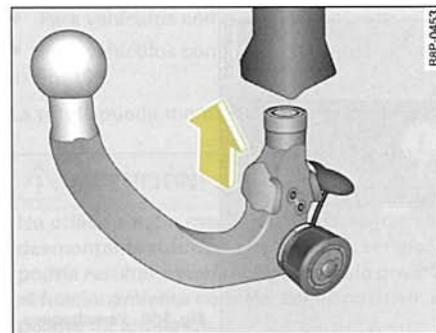

Fig. 200 Dispositivo desmontable para remolque: Colocar la rótula
- Coloque la rótula pretensada en el tubo de enclavamiento y haga presión hacia arriba en la dirección que indica la flecha ⇒ *página 226*, fig. 200 ⇒ **⚠**. El proceso de bloqueo se realiza de un modo automático. En ese momento debe poder oírse claramente un chasquido de encastre.